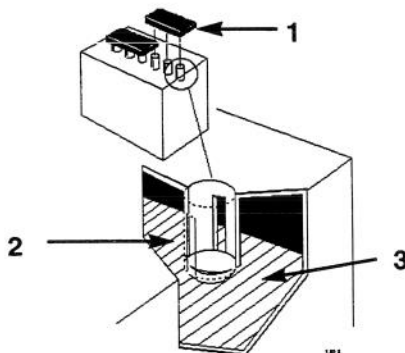

Figure 37
2. Ouvrir les bouchons pour voir l'intérieur des éléments. L'électrolyte doit atteindre la partie inférieure du tube (Fig. 37). Ne pas laisser le niveau baisser au-dessous de la marque LOWER (MINIMUM) (Fig. 37).
2. Soulever les bouchons de remplissage (Fig. 37).
3. Verser doucement de l'eau distillée dans chaque élément de la batterie jusqu'à ce que le niveau atteigne la partie inférieure du tube (Fig. 37).